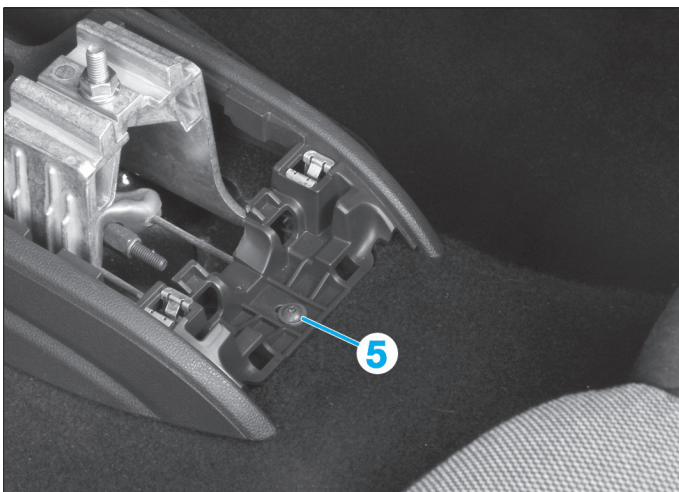

FIG. 11
- Déposer la vis (5) (Fig.11).